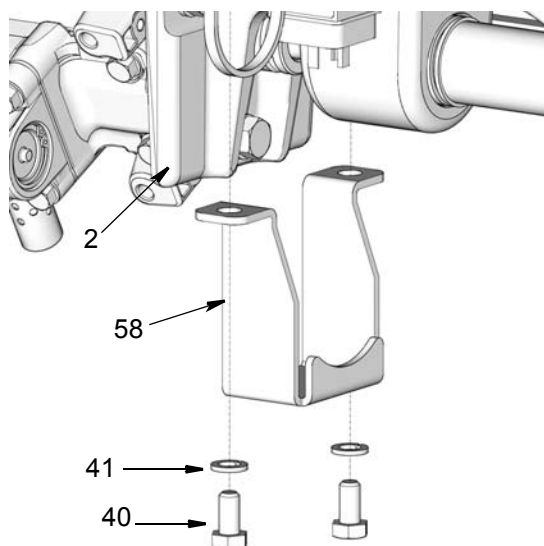

Рис. 13
3. Выкрутите винты (40), с шайбами (41) и снимите защиту для пальцев (58) с основания насоса (2) (Рис. 13).